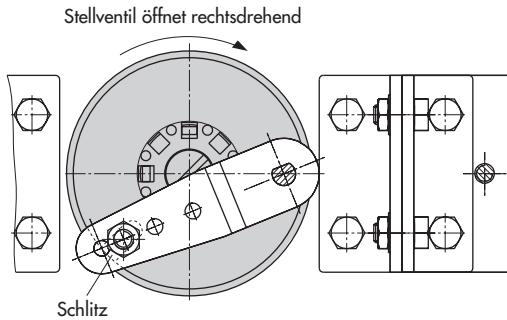

Bild 8 - Anbau an Schwenkantriebe
1. Mitnehmer (3) auf die geschlitzte Antriebswelle bzw. das Distanzstück (5) aufstecken.
2. Kupplungsrad (4) mit flacher Seite zum Antrieb hin auf den Mitnehmer (3) stecken. Dabei den Schlitz so ausrichten, dass er bei Schließstellung des Ventils mit der Drehrichtung nach Bild 8 übereinstimmt.
4. Die beiden unteren Winkel (10.1) je nach Antriebsgröße mit Abwinkelung nach innen oder außen am Antriebsgehäuse festschrauben. Obere Winkel (10) ansetzen und verschrauben.
5. Anschlussplatte (6) bzw. Manometerhalter (7) mit Manometern am Stellungsregler montieren, auf richtigen Sitz der beiden Runddichtringe achten.
6. Am Hebel **M** (1) des Stellungsreglers den Standard-Abtaststift (2) herauserschrauben. Den blanken Abtaststift ($\varnothing 5$) aus dem Anbausatz verwenden und in der Bohrung für Stiftposition **90°** fest verschrauben.
7. Stellungsregler auf die oberen Winkel (10) aufsetzen und festschrauben. Dabei den Hebel (1) so ausrichten, dass er unter Berücksichtigung der Drehrichtung des Antriebs mit seinem Abtaststift in den Schlitz des Kupplungsrades (4) eingreift (Bild 8). Es muss in jedem Fall gewährleistet sein, dass bei halben Drehwinkel des Schwenkantriebs der Hebel (1) parallel zur Längsseite des Stellungsreglers steht.